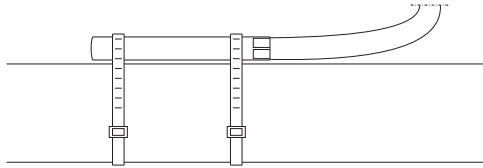

Рис.7 Спосіб кріплення датчика до труби
2. Встановити датчик температури (за допомогою затискаючи зажимів) безпосередньо на трубі (Рис.7) - місце монтажу треба вибирати залежно від функції, яку повинен виконувати регулятор.